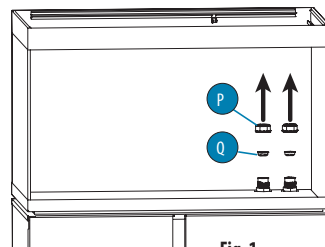

Fig. 1
- Desenrosque manualmente a tampa (P) e remova a tampa (Q) da abertura (O) (Fig. 1).
- Desenrosque manualmente a tampa (P) e remova a tampa (Q) da abertura (I) (Fig. 1).